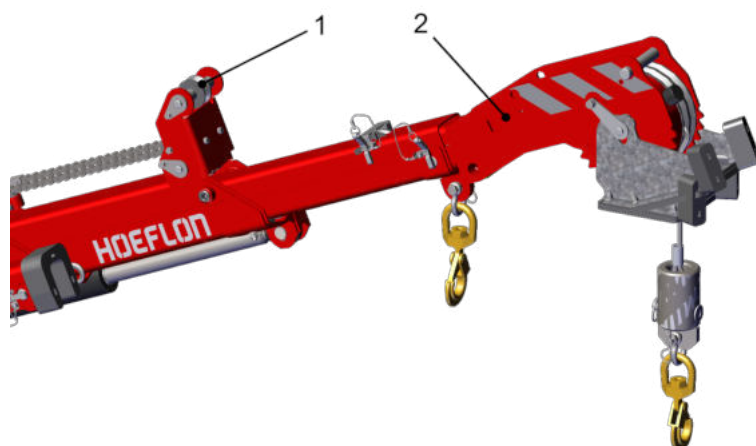

Figura 4.11 Installare la fune
4. Guidare la fune sulle pulegge del braccio (1). Verificare che la fune sia instradata correttamente sulle pulegge nella testa dell'argano (2) (vedi *Figura 4.11*).